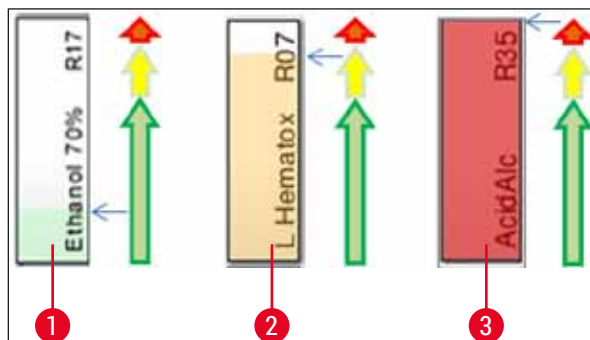

Fig. 70
- Un color de fondo (→ "Fig. 70")
- El color de fondo muestra el estado de consumo del reactivo (→ "Fig. 70"). A medida que se consume el reactivo, la barra de color sube de la parte inferior a la parte superior y cambia de color en función del estado de consumo.